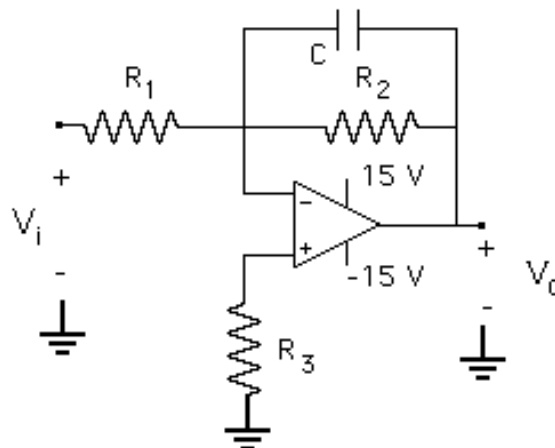

Figura 9.2.- Filtro pasa-bajo activo
- 8.- Haga el diagrama circuital completo en SPICE del filtro pasa bajo activo mostrado en la Figura 9.2 con los valores indicados por su profesor, y realice un análisis AC SWEEP en SPICE para obtener una gráfica de la salida en función de la frecuencia, con una señal de entrada de 1 V de amplitud y un rango de frecuencias de 10 Hz a 1 MHz.
9.- Sobre el amplificador inversor ya estudiado, conecte el condensador como se indica en la Figura 9.2 para obtener el filtro pasa bajo activo. Mida la amplitud de la ganancia de voltaje (V_o/V_i) y el desfase entre V_o y V_i para el filtro pasa bajo, utilizando los métodos indicados anteriormente. Asegúrese de tomar varios puntos alrededor de la frecuencia de corte del filtro. Anote los resultados obtenidos en la siguiente tabla y registre los comentarios pertinentes.